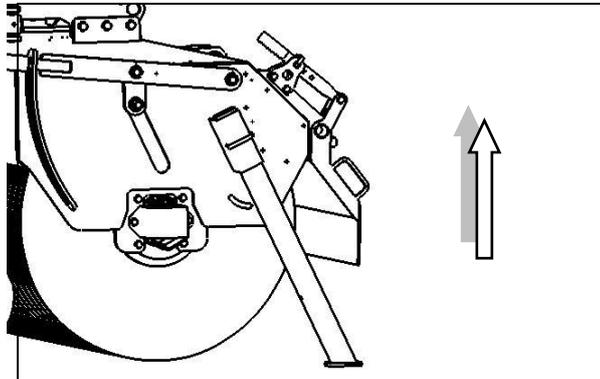

Fig. 4.9
- Bei freikehrender Kehrmaschine Profi-Gigant 920 die beiden Abstellstützen (Fig.4.9) nach oben versetzen und mit Federsteckbolzen sichern.